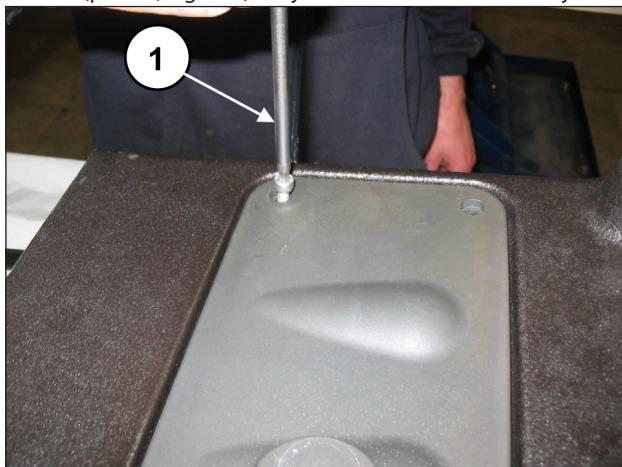
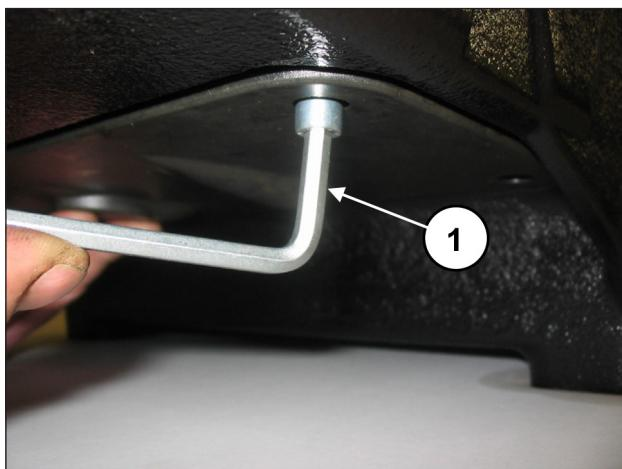

Fig. 139
Fig. 140
Quitar las tapas de inspección superior (pos. ①, Fig. 139) e inferior (pos. ①, Fig. 140) aflojando los 4+4 tornillos de fijación.